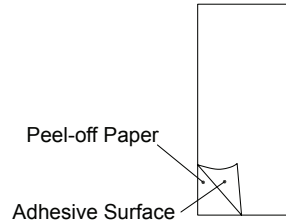

Figure 2. Protection Plastic Film
- 1.- Angiv mængderne på etiketten med uudsletteligt blæk: ① - Fabrikspåfyldning, ② - Ekstrapåfyldning & ③ - Samletpåfyldning.
- 2.- Sæt det beskyttende klæbemærke (der leveres sammen med brugervejledningen) på. Se fig. 2.